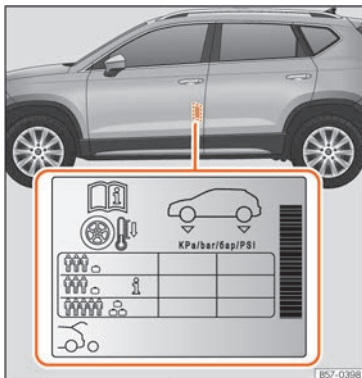

Fig. 218 Localização do autocolante da pressão de ar dos pneus.
- Adapte a pressão dos pneus à carga transportada pelo veículo »» **Fig. 218**.
Os valores da pressão de enchimento indicam-se na etiqueta autocolante situada na zona posterior da moldura da porta dianteira esquerda »» **Fig. 218**.
Dependendo do veículo, pode adaptar-se a pressão de ar dos pneus para meia carga para aumentar o conforto de condução (pressão de ar dos pneus **i** »» **Fig. 218**). Quando se circula com a pressão de ar de conforto, o consumo de combustível pode aumentar ligeiramente.
A pressão dos pneus tem de ser ajustada à carga momentânea do veículo. Se pretender utilizar o veículo com a carga máxima, terá de aumentar a pressão dos pneus para o valor máximo indicado na etiqueta »» **Fig. 218**.
No caso de uma roda de emergência mais estreita (125/70 R18), encher a 4,2 bar de pressão segundo indicado na etiqueta de pressão dos pneus »» **Fig. 218**.
- O condutor é responsável por garantir que todos os pneus do veículo estejam cheios com a pressão correta. A pressão de ar recomendada está indicada num autocolante » Fig. 218.
- Com os pneus a frio, deve manter-se sempre a pressão indicada no autocolante » Fig. 218.